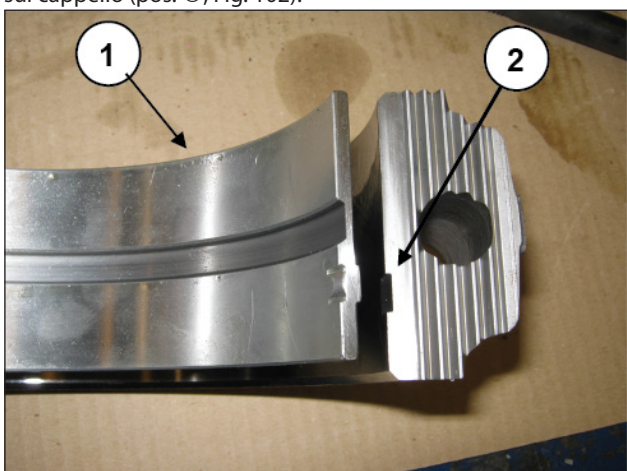

Fig. 102
Applicare i semicuscinetti inferiori ai cappelli di biella (pos. ①, Fig. 102) assicurandosi che la linguetta di riferimento dei semicuscinetti venga posizionata nell'apposito alloggiamento sul cappello (pos. ②, Fig. 102).